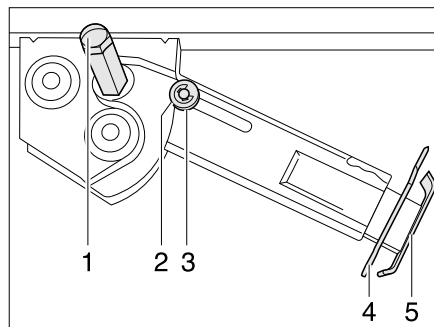

Fig. 39 Vérin stabilisateur
- Placer la clé à pipe sur l'écrou à six pans (Fig. 39,1) et tourner jusqu'à ce que le vérin stabilisateur soit en position verticale vers le bas.
- Retirer la goupille (Fig. 39,4) de la rallonge du pied d'appui (Fig. 39,5).
- Placer la clé à pipe sur l'écrou à six pans (Fig. 39,1) et tourner jusqu'à ce que le vérin stabilisateur se dégage du sol.
- Rentrer complètement la rallonge du pied d'appui (Fig. 39,5) et insérer la goupille (Fig. 39,4) dans le trou prévu à cet effet.
- Tourner la clé à pipe sur l'écrou à six pans (Fig. 39,1) jusqu'à ce que le vérin stabilisateur ait pivoté vers le haut et le disque de guidage (Fig. 39,3) soit complètement rentré dans l'encoche (Fig. 39,2).